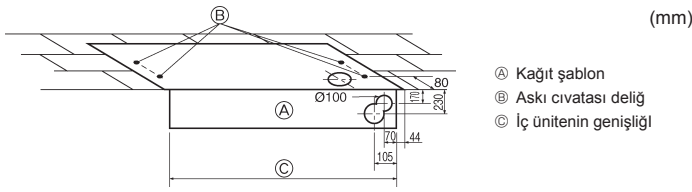

Fig. 3-3
3) Askı civataları ve boru konumlarının seçimi (Fig. 3-3)